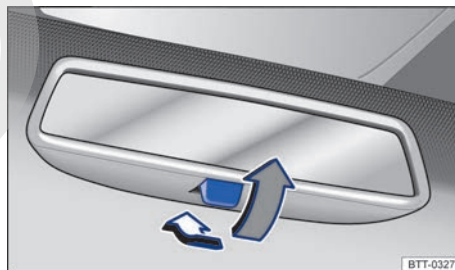

Fig. 125 En el parabrisas: retrovisor interior antideslumbrante manual.
- Para oscurecer el retrovisor, tire de la palanca hacia atrás → fig. 125.